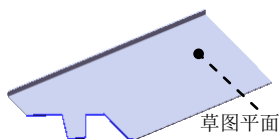

图 6.6 切除—拉伸 1
Step4. 创建图 6.6 所示的切除—拉伸 1。
(1) 选择命令。选择下拉菜单 **插入(I)** → **切除(C)** →  **拉伸(E)...** 命令。
(2) 定义特征的横断面草图。
① 定义草图平面。选取图 6.6 所示的模型表面作为草图平面。